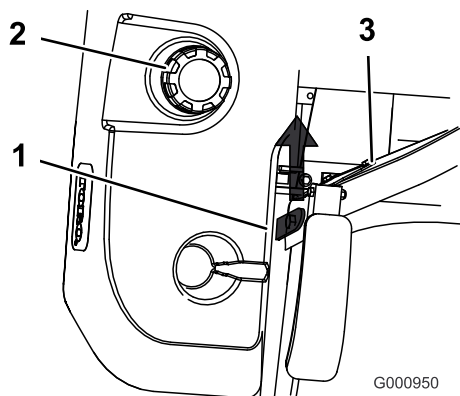

Figura 23
3. Sollevate il sedile. al fine di accedere ai componenti sotto il sedile (Figura 23).